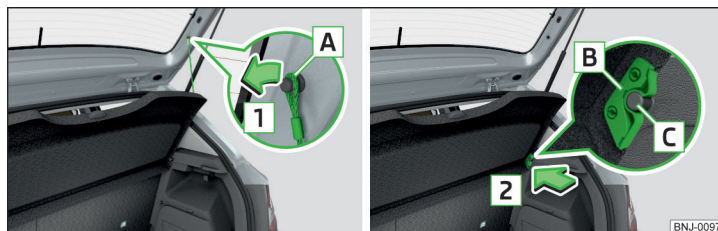

Fig. 108 Estrazione della cappelliera
Se i nastri di fissaggio » fig. 108 sono agganciati al portellone bagagliaio, all'apertura di quest'ultimo verrà sollevata anche la cappelliera del bagagliaio (di seguito solo cappelliera).
- » Sganciare su entrambi i lati del portellone bagagliaio i nastri di fissaggio [A] in direzione della freccia [1] » fig. 108.
- » Gli alloggiamenti [B] sulla cappelliera devono essere innestati tramite i supporti [C] sul rivestimento laterale » fig. 108.
Nella parte anteriore, gli alloggiamenti [B] » fig. 108 a pag. 86 della cappelliera devono innestarsi completamente nei supporti del rivestimento laterale. Nella parte posteriore, la cappelliera deve essere fissata su entrambi i lati sotto il bloccaggio.